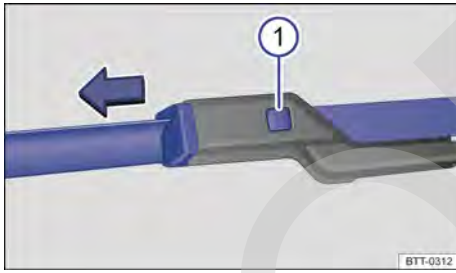

Fig. 125 Sustituir las escobillas de los limpiaparabrisas.
- Mantenga la tecla de desbloqueo → fig. 125 ① pulsada y, al mismo tiempo, retire la escobilla de los limpiaparabrisas en el sentido de la flecha.